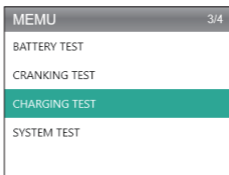

図 4.4.1
1. [充電テスト] を選択して、[OK] を押します。（図 4.4.1 を参照）